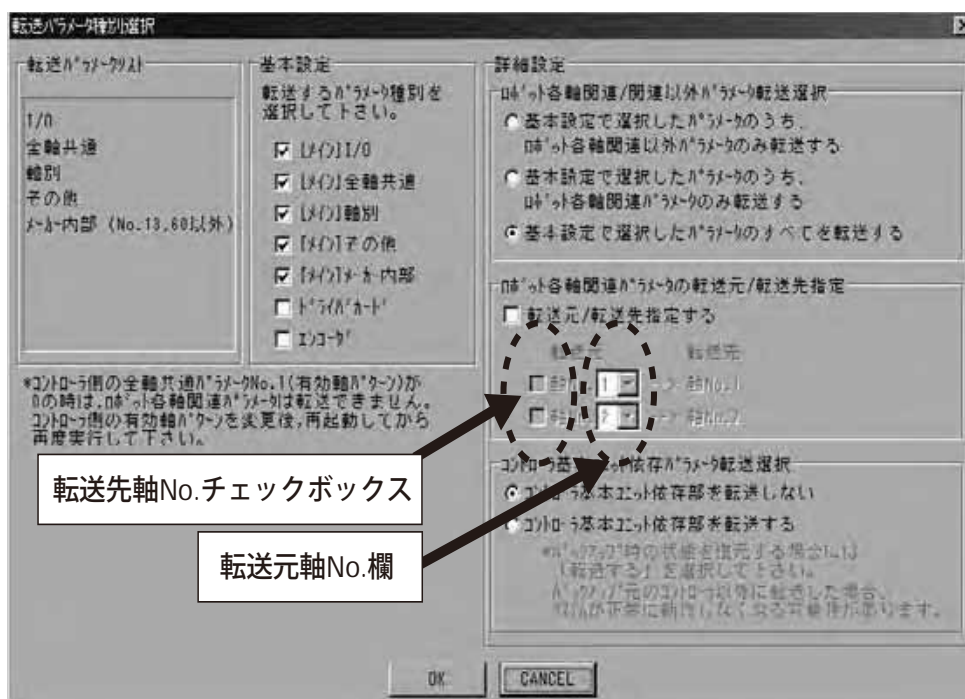
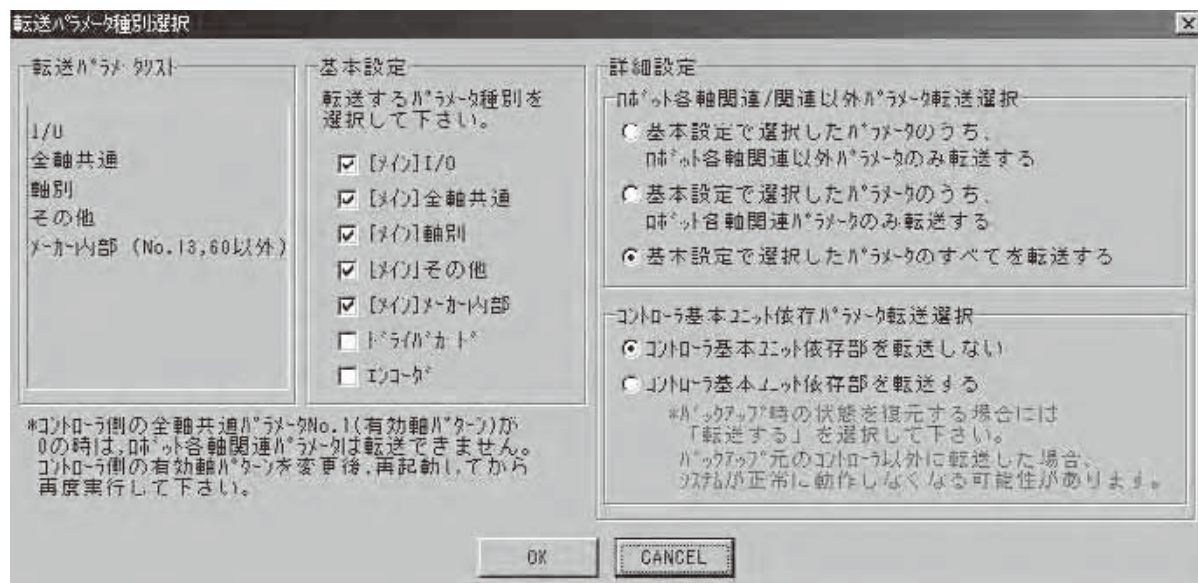
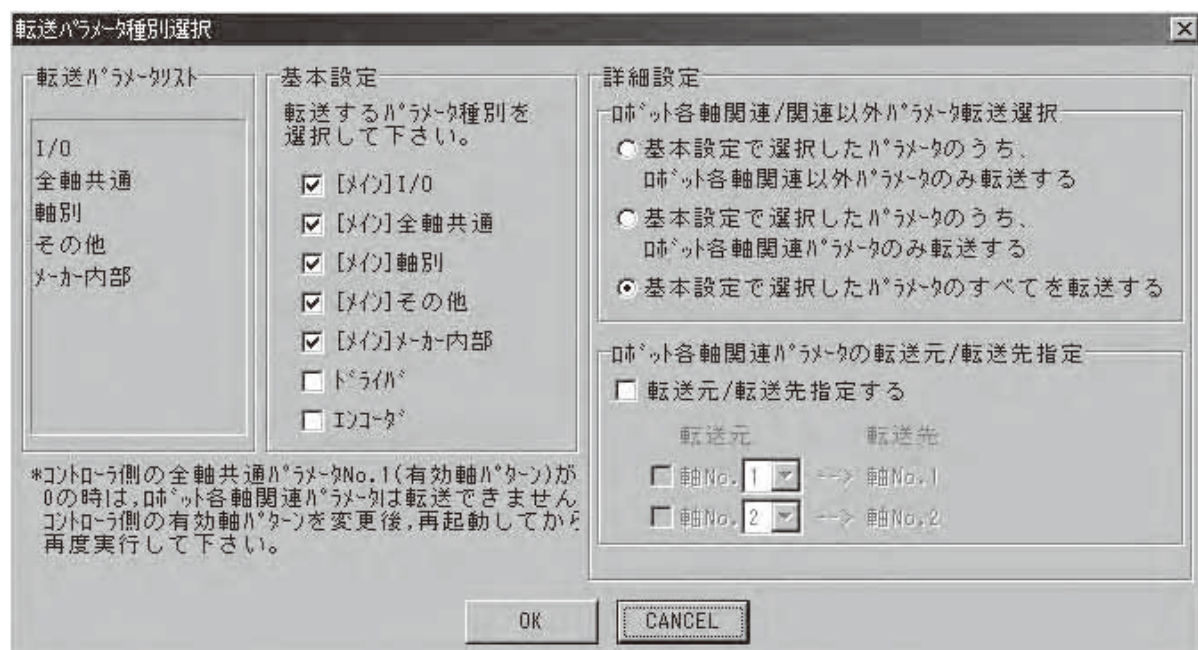

図 8.14 転送パラメータ種別選択ウィンドウ
図 8.15 転送パラメータ種別選択ウィンドウ (X-SEL-JX/KX)
図 8.16 転送パラメータ種別選択ウィンドウ (SSEL、ASEL、PSEL)
- (1) **ファイル** — **開く** または **ボタン**を押して、転送対象のパラメータファイルを選択し、パソコンソフトに読み込み、パラメータ編集ウィンドウを開きます。
- (2) パラメータ編集ウィンドウの**コントローラ**へ**転送**ボタンをクリックします。
- (3) 転送パラメータ種別選択ウィンドウ（図8.14）が表示されます。X-SEL-JX/KXの場合は、「ロボット各軸関連パラメータの転送元/転送先指定」が表示されない画面（図8.15）が表示されます。SSELの場合は、「コントローラ基本ユニット依存パラメータ転送選択」が表示されない画面（図8.16）が表示されます。このウィンドウには次の項目があります。（表示内容はコントローラにより異なります。）